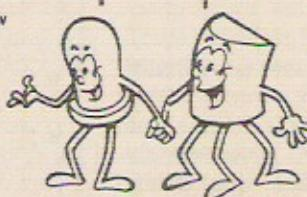

Fig. 1
- FIG. 1 - Diagrama esquemático do circuito da MP-20. Todo Leitor/"Aluno" que não faltou a nenhuma das "Aulas" anteriores do ABC já está mais do que apto a corretamente interpretar o "mapa" das ligações, identificar os componentes envolvidos e as suas funções mais aparentes, além de referenciar seus eventuais terminais polarizados ou específicos... TODOS os componentes e simbologias envolvidos no "esquema" da MP-20 já foram estudados!